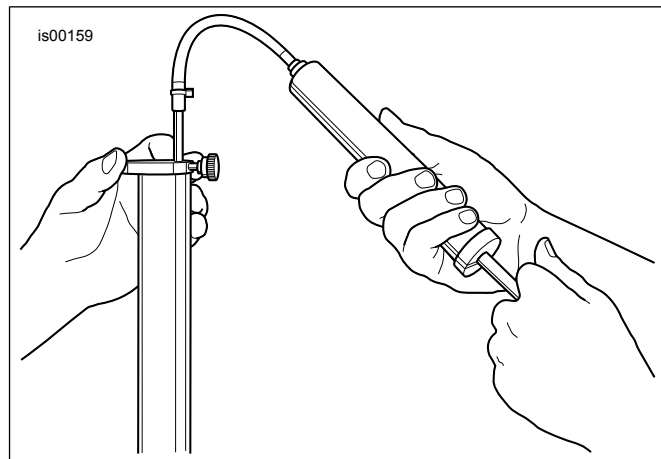

Figura 8. Remover o excesso do óleo de garfo (HD-59000B)
- a. Ver a Figura 8. Adquirir o indicador do nível de óleo do garfo dianteiro (HD-59000B).